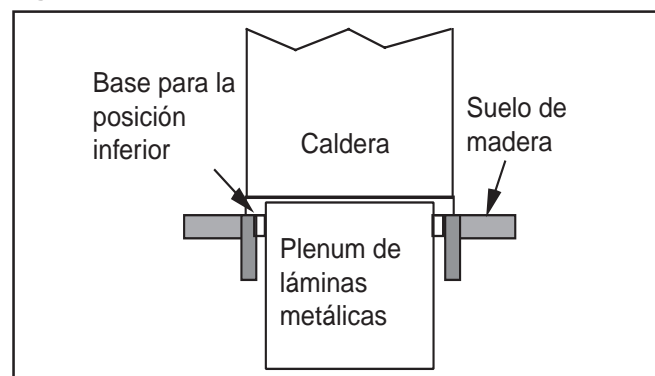

Figura 6. Dimensiones de la base para la posición inferior
2. Colocar la base para suelos combustibles sobre el agujero con el reborde del conducto extendido hacia abajo. Colocar el plenum de aire de impulsión en la base, de forma que quede un espacio libre de 1", hasta el suelo, o hasta cualquier otra superficie combustible. Colocar la caldera sobre la base, como se muestra en la figura 6.